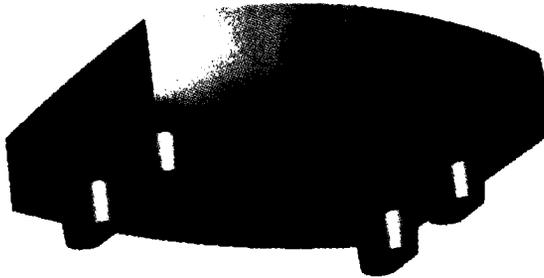

Рис. 9.2 Твердое тело, образованное поверхностями
- Завершенное твердое тело должно выглядеть, как на рис. 9.2.